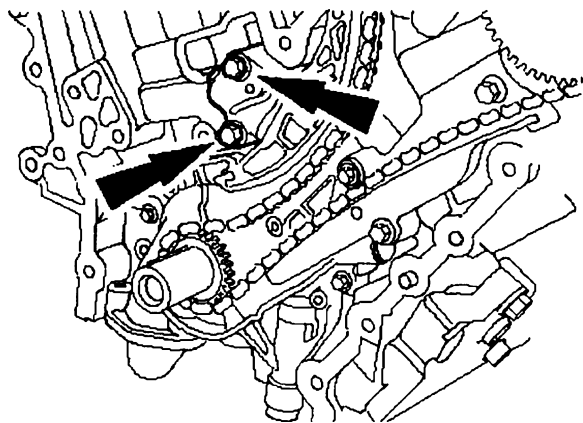

图 11-26 紧固左侧正时链条张紧器螺栓
12) 安装左侧正时链条张紧器，将张紧器螺栓紧固至 $25\text{N} \cdot \text{m}$ ，如图 11-26 所示。